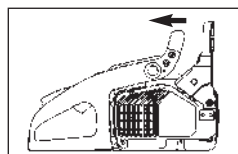

Bild. 3B
1. Stellen Sie sicher, dass der Kettenbremshebel zur Position ENTKUPPELT zurückgezogen ist (Bild. 3B).